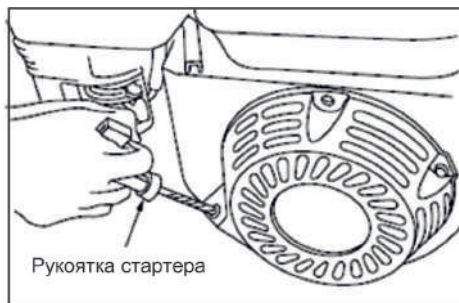

Рис. 11
5. Медленно потяните за рукоятку ручного стартера (рис. 11) до появления ощутимого сопротивления, затем резко дерните рукоятку на себя и, не отпуская, плавно верните ее в исходное положение. Если двигатель не запустился, повторите действие еще раз, пока двигатель не запустится.